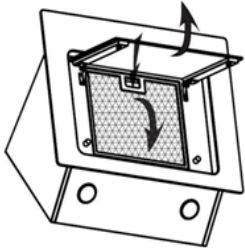

Abb. 12
- Entfernen Sie den Fettfilter (siehe Abb. 12).